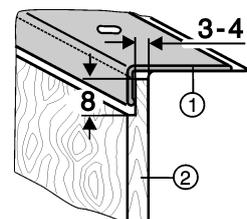

Fig. 10
- I pannelli decorativi Fig. 10 (2) più spessi sono graduati, conformemente all'illustrazione, al massimo di 4 mm di spessore.